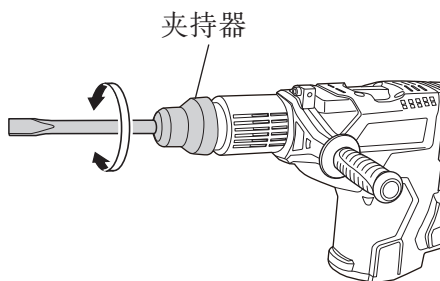

图 12
- (b) 如图 12 所示，转动夹持器或工具并将工具固定在所需的作业方向。
- (c) 请根据上面 (1) 中所述的步骤，将选择杆切换至“锤击”的位置并固定工具的位置。